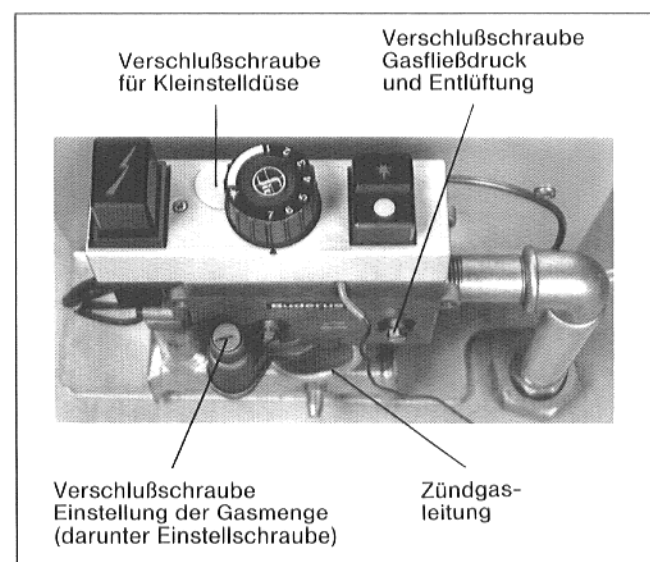

Abb. 8
- Kleinstelldüse (unter Verschlußkappe austauschen und bis zum Anschlag eindrehen (Abb. 8).
- Kleinstelldüse (unter Verschlusskappe) austauschen und bis zum Anschlag nach rechts eindrehen (Abb. 8).
- Mutter am Ende des Brennstabes lösen; Sicherungs- und Sattelblech entfernen. Danach Mutter wieder eindrehen (Abb. 8 a).
- Vordere und mittlere Sattelblechhalterung montieren (Abb. 8 a).
- Sattelblechhalterung am Brennstabende mit Mutter festschrauben (Abb. 8 A).
Abb. 8 a: Brennerschild-Rückseite